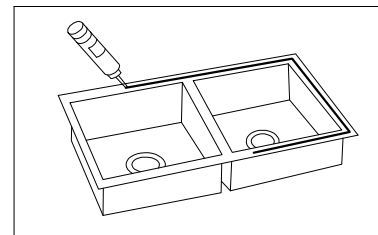

Figura 4
7. Limpie el reborde del fregadero y la parte inferior del área de apertura de la encimera y asegúrese de que esté lisa y sin grasa. DEBE utilizar para esta instalación silicona al 100 %. Aplique un reborde continuo de calafate de silicona de manera pareja sobre la parte superior del reborde del fregadero. (FIGURA 4) NUNCA lleve a cabo este procedimiento al aire libre y bajo la luz del sol. Si se lo lleva a cabo en un clima en extremo caluroso y seco, el calafateado del encofrado del fregadero deberían realizarlo dos personas al mismo tiempo.